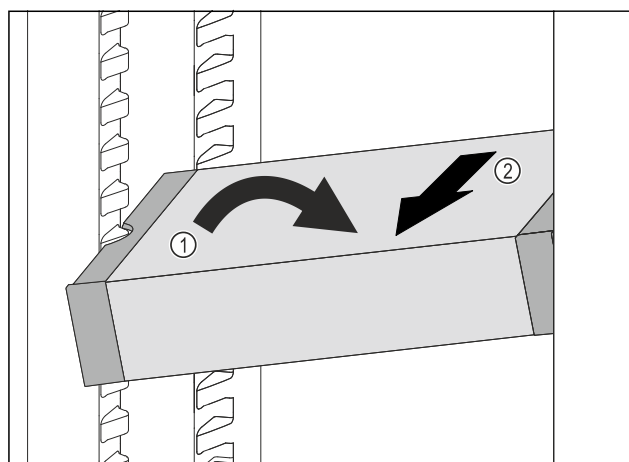

Fig. 85
- VarioSafe postavte v chladničke šikmo. Fig. 85 (1)
- VarioSafe vyberte dopredu. Fig. 85 (2)